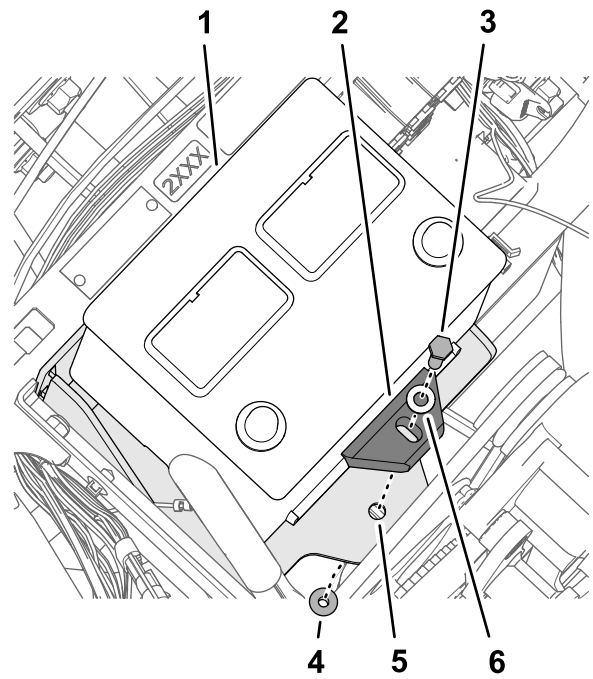

Bild 175
5. Montieren Sie die Batterie mit der Schraube (5/16" x 1-3/4"), der Scheibe (5/16"), dem Batteriehalter und der Sicherungsbundmutter (5/16") an der Batteriehalterung, wie in Bild 175 abgebildet.